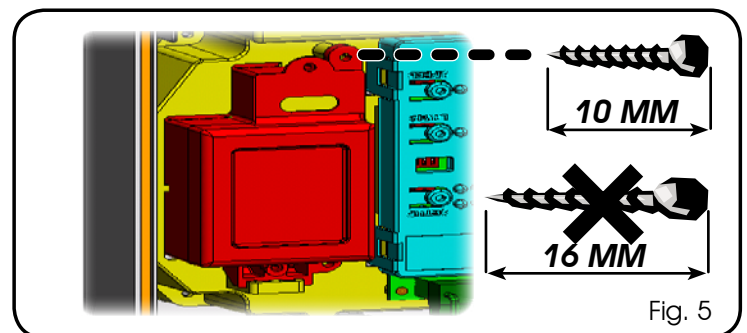

Fig. 5
2. Introduire la batterie dans le logement qu'on vient de créer et la fixer aux supports spécifiques d'ancrage (Fig.5).